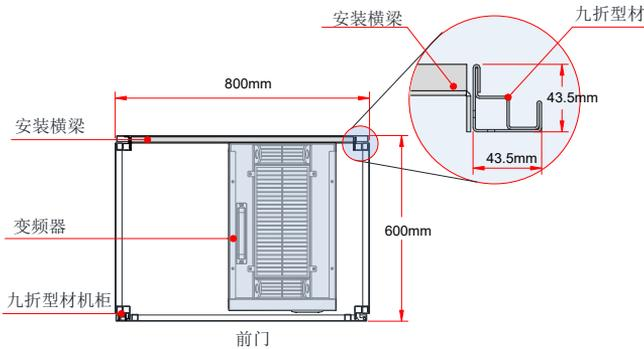

图 3-15 200kW ~ 450kW 机柜俯视图
1、建议机柜柜体采用九折型材机柜（PS 机柜），九折型材截面如放大图如图 3-15 所示；